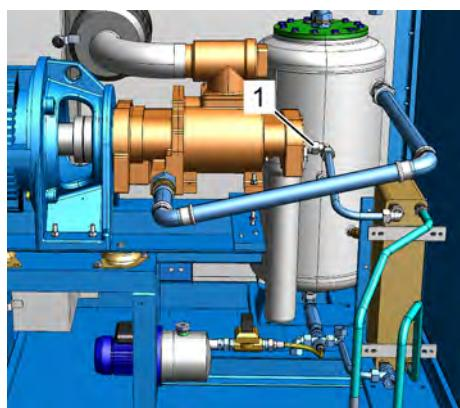

Рис. 46: Соединительная труба фильтра тонкой очистки
9. ➤ Исполнение с водяным охлаждением: Подготовьте приемную емкость, демонтируйте трубопровод между фильтром тонкой очистки и пластинчатым теплообменником (Рис. 46/1) и продуйте его сжатым воздухом, не содержащим масла.